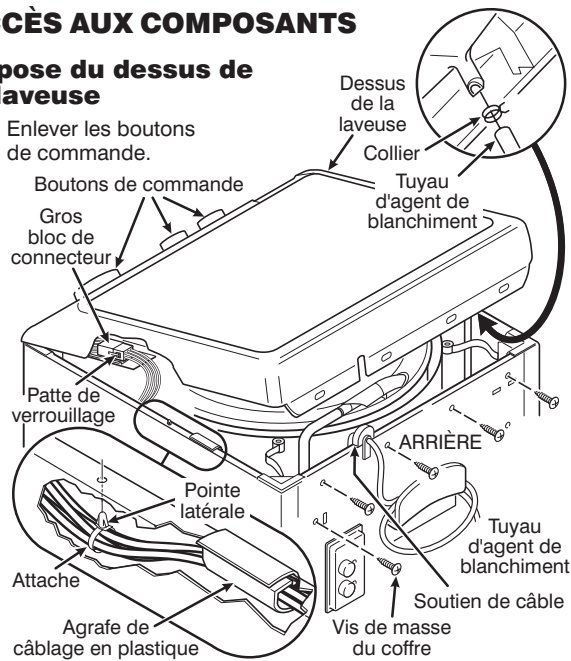

Figure 4
2. Enlever les quatre vis à l'arrière du dessus de la laveuse. Voir figure 4.
3. Lever d'environ 10,16 cm (4 po) le bord arrière du dessus. En même temps, maintenir le soutien de câble et le dégager de la fente dans le dessus de la laveuse, de façon qu'il reste sur le bord supérieur du coffre. Voir le médaillon de la figure 4 et enlever
5. Fixer le câblage dans l'agrafe et engager l'extrémité barbelée de l'attache dans le trou du bord supérieur du côté du coffre. Voir médaillon de la figure 4.
6. Baisser le dessus de la laveuse et guider le soutien de câble de façon qu'il se place dans la fente. Monter quatre vis à l'arrière du dessus de la laveuse. Voir figure 4.